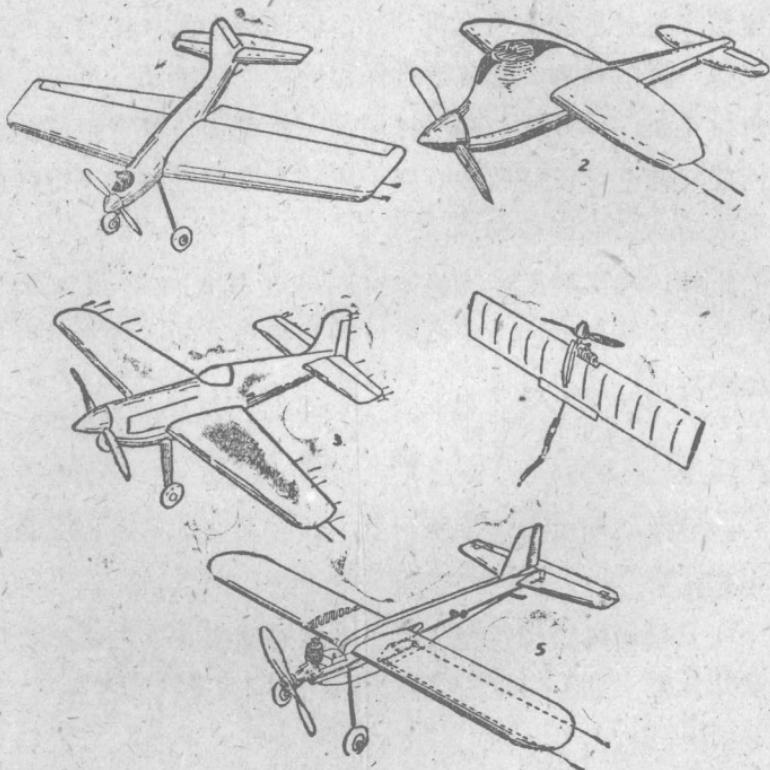

图5 线操纵模型飞机的种类
(1) 綫操縱特技模型飞机——装有活塞式发动机，可以做筋斗、倒飞和8字等很多特技动作，用来竞赛操縱技术，見图5中①。
(2) 綫操縱竞速模型飞机——装有活塞式或噴气式发动机，用来竞赛速度，見图5中②。
(3) 綫操縱小組竞速模型飞机——装有活塞式发动机，也用来竞赛飞行速度。竞赛时，由駕駛員和“机械員”各一人組成小組参加，故名小組竞速。竞赛时，还規定由三个小組在場內同时放飞，見图5中③。
此外，还有綫操縱空战模型飞机，見图5中④。式样和特技模型飞机相仿，但更灵活，一般都做成飞翼形状。用来竞赛操縱技术和策略。竞赛时，有两个运动员一同在場內放飞，双
*适宜于初学者用的练习机见图5中⑤。